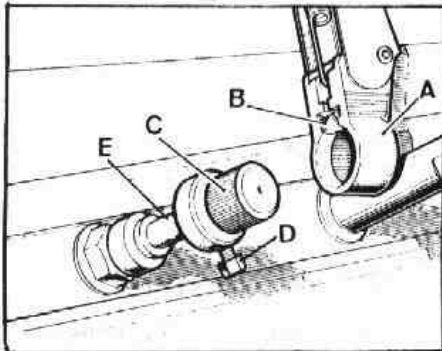

Fig. N2-8 Brazo del limpiaparabrisas
- 1.1.1. Extraer el brazo del limpiaparabrisas, A (Fig. N2-8), levantando la lengüeta, B.
- 1.1.2. Si fuese necesario, se desmontará el adaptador, C (Fig. N2-8), aflojando el tornillo, D.
- 1.2.1. Si se hubiese desmontado, se montará el adaptador, C (Fig. N2-8), fijándolo con el tornillo, D.
- 1.2.3. Presionar a fondo sobre el extremo de fijación del brazo limpiaparabrisas, A (Fig. N2-8) y comprobar que la lengüeta, B, ha enclavado en la ranura del adaptador, C.